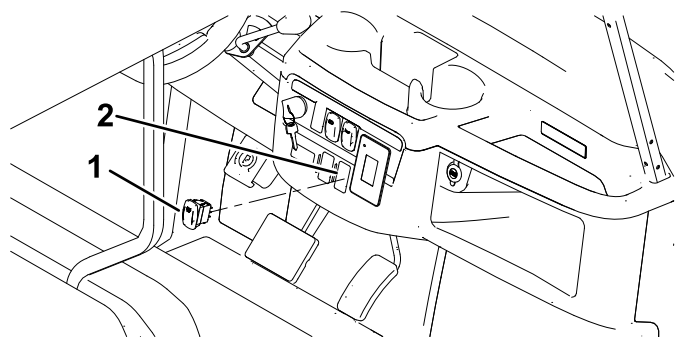

Figura 4
7. Rimuovete il tappo dell'interruttore dal cruscotto come mostrato nella Figura 4.
8. Inserite l'interruttore della luce di segnalazione nel cruscotto (Figura 4).